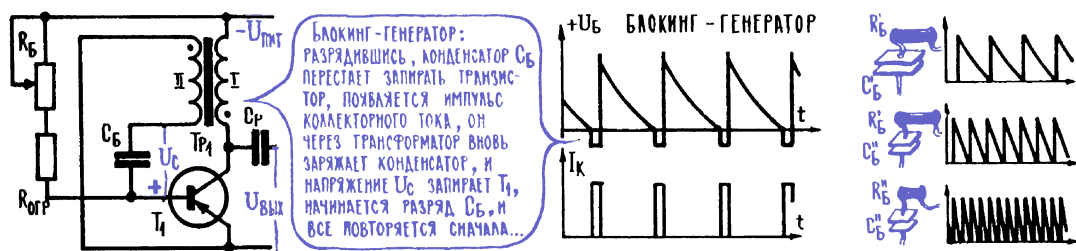

Рис. 11.5. Блокинг-генератор
14. Блокинг-генератор: из коллекторной цепи в базовую через трансформатор попадает сигнал, который периодически открывает и закрывает транзистор. Есть еще один распространенный тип генераторов, в котором всеми событиями управляет заряд-разряд конденсатора. Это блокинг-генератор, его упрощенная схема показана на рис. 11.5. Знакомство с работой блокинг-генератора начнем с того момента, когда включено питающее напряжение и в коллекторной цепи появился ток. Нарастающий коллекторный ток сразу через трансформатор наведет напряжение U_{II} в базовой цепи. Причем напряжение такой полярности (это зависит от того, как включена обмотка II), которая способствует еще большему открыванию транзистора. Транзистор открывается лавинообразно до полного насыщения (напряжение на нагрузке максимально, на самом коллекторе около нуля), а ток положительной обратной связи заряжает конденсатор $C_{\text{б}}$ и при этом поддерживает транзистор в открытом состоянии. Но после того, как этот конденсатор полностью зарядится до напряжения на обмотке II, ток через него прекратится, и транзистор скачком закроется постоянным напряжением на конденсаторе, которое имеет отрицательную полярность относительно базы. Теперь напряжение $U_{\text{с}}$ на конденсаторе $C_{\text{б}}$ начинает по-